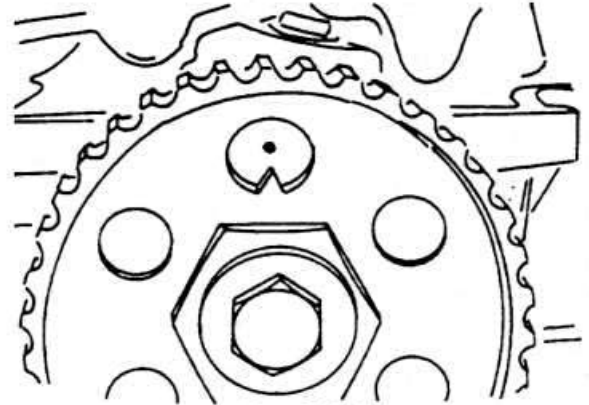

Рис. 2.42
- ♦ Установите распредвал по рис. 2.42.